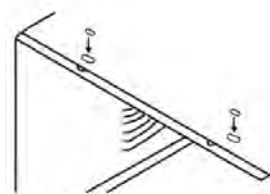

FIG. 6
9. Ajoutez deux pièces en mousse dans les trous sur le dessus du boîtier, aux endroits où étaient les vis d'expédition. (Voir la figure 6.)
1. Fixez le joint en mousse sur l'angle supérieur au-dessus des trous, tel qu'illustré à la figure 6 à la page précédente.